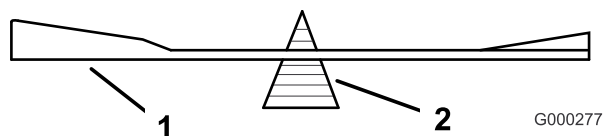

Figure 69
2. Vérifiez l'équilibre de la lame en la plaçant sur un équilibre (Figure 69). Si la lame reste horizontale, elle est équilibrée et peut être